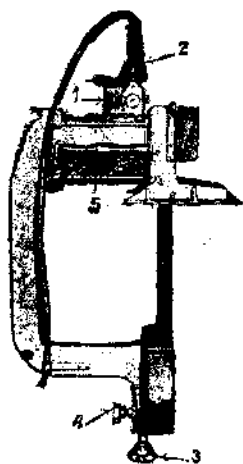

Рис. 76. Механизм управления.
Механизм управления состоит из выключателя, натяжного и регулирующих болтов и двух рукояток для управления механизмом во время работы. Выключатель двигателя (1) поворотного типа смонтирован на корпусе двигателя, причем в верхней части имеет токоподводящую штепсельную розетку (2) (рис. 76).